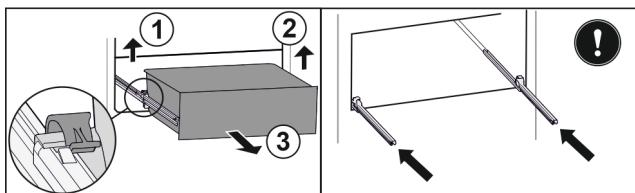

Fig. 48
- Підняти лівий затискач і одночасно висувний ящик ліворуч потягнути вперед. Fig. 48 (1)
- Підняти правий затискач і одночасно висувний ящик праворуч потягнути вперед. Fig. 48 (2)
- Вийняти висувний ящик рухом вперед. Fig. 48 (3)